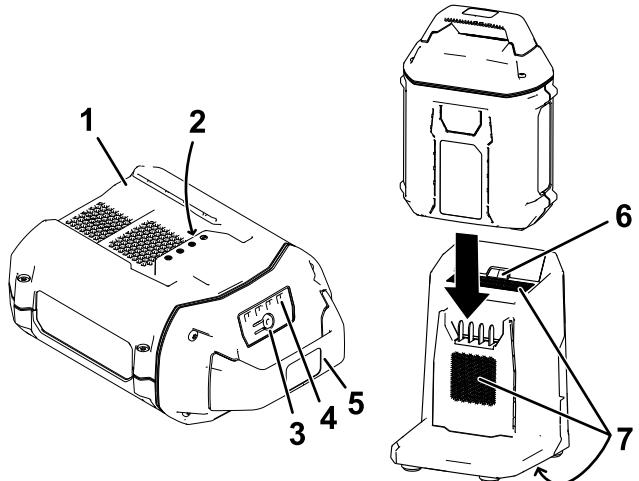

Figura 26
2. Alinee el hueco de la batería (Figura 26) con la lengüeta del cargador.
3. Introduzca la batería en el cargador hasta que esté completamente asentada (Figura 26).